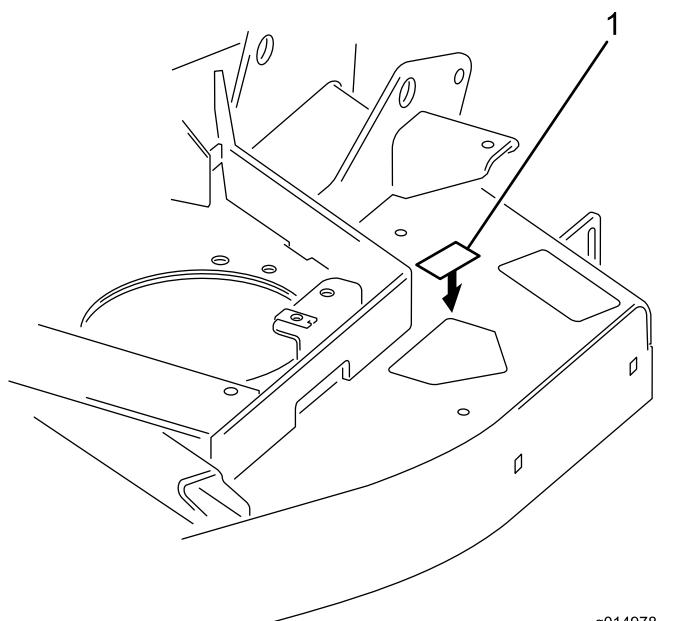

Figure 7
12. Collez un autocollant d'identification sur le haut du plateau de coupe, près de la plaque du numéro de série (Figure 7).